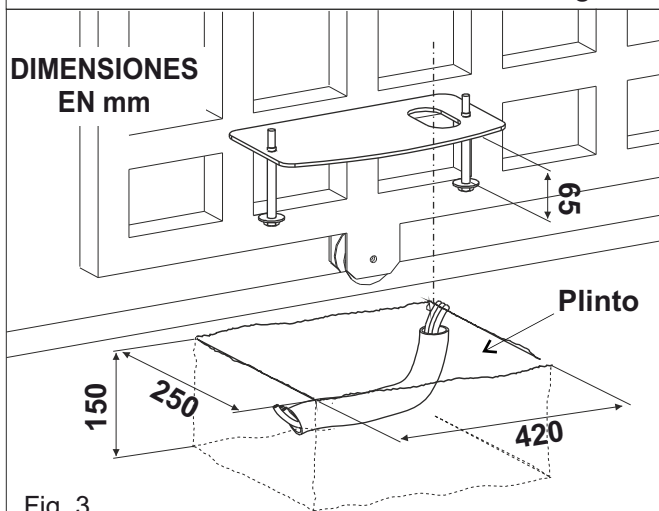

Fig. 3
**2.1.** Preparar, según las medidas que se muestran en la Fig. 3, una plataforma de hormigón en el cuyo interior se tapiará la placa de base mediante las tuercas de anclaje